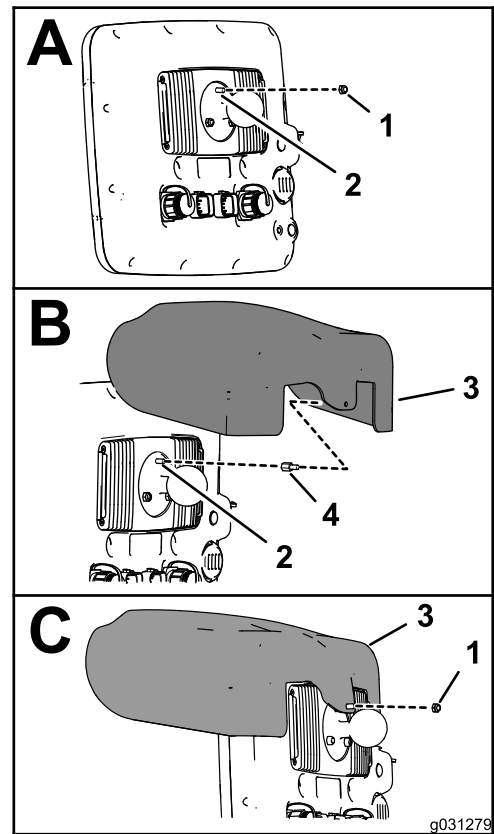

Figura 149
1. En la parte trasera del monitor de fumigación, con los 2 conectores (26 pines) hacia abajo, retire la contratuerca superior (5 mm) del espárrago del soporte de bola (Figura 149).
3. Enrosque el separador en el espárrago del soporte de bola (Figura 149) y apriete el separador a 250 N-cm.
5. Alinee el orificio de la visera del monitor con la porción del espárrago del separador roscado (Figura 149).
6. Monte la visera en el monitor (Figura 149) con la contratuerca (5 mm) que retiró en el paso 1.